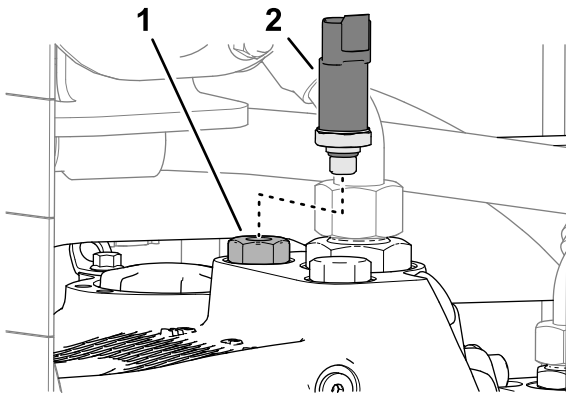

Bild 35
3. Montieren Sie den Bremsdruckwandler (Bild 35) in das Reduzierstück ($\frac{3}{4}$ " x $\frac{7}{16}$ ").